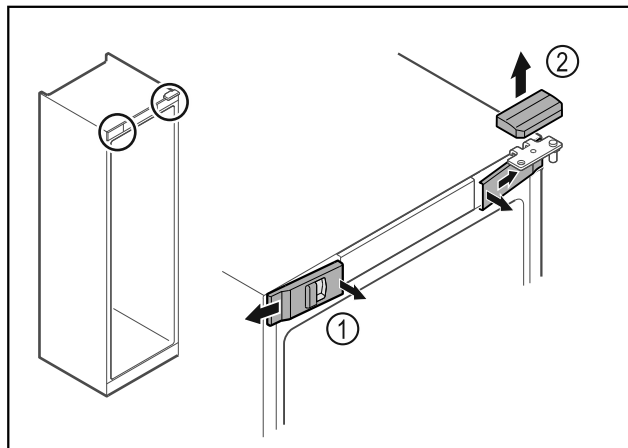

Fig. 14
► Ξεκουμπώστε εσωτερικά τα μπροστινά καλύμματα Fig. 14 (1) και αφαιρέστε τα προς το πλάι.
► Αφαιρέστε προς τα επάνω το επάνω κάλυμμα Fig. 14 (2).